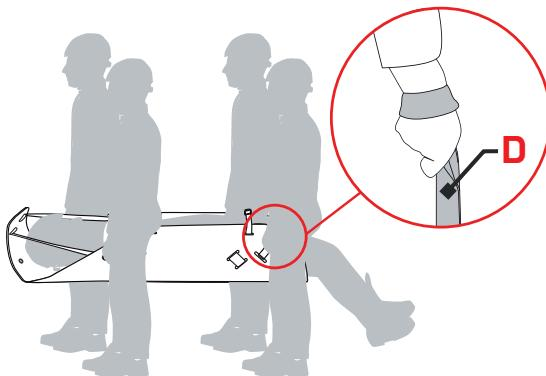
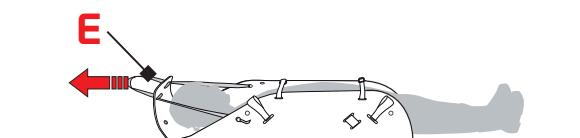
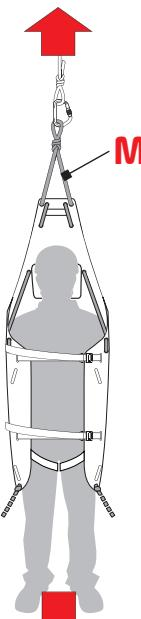

Fig.3
Fig.4
Fig.5
- 1:3 = carga de uso: 150 kg para elevación manual mediante las asas (D) - (fig. 3),
- 1:3 = carga de uso: 150 kg para arrastre manual mediante la cinta (E) - (fig. 4),
- 1:10 = carga de uso: 150 kg para elevación/descenso con equipos de rescate mediante la cuerda (M) - (fig. 5).
La camilla de rescate “HALF ROLLY” es apta para elevar y transportar al paciente mediante las asas laterales (fig. 3), arrastrarlo mediante la cinta (fig. 4) y elevarlo o bajarlo en vertical mediante la cuerda estática (fig. 5).